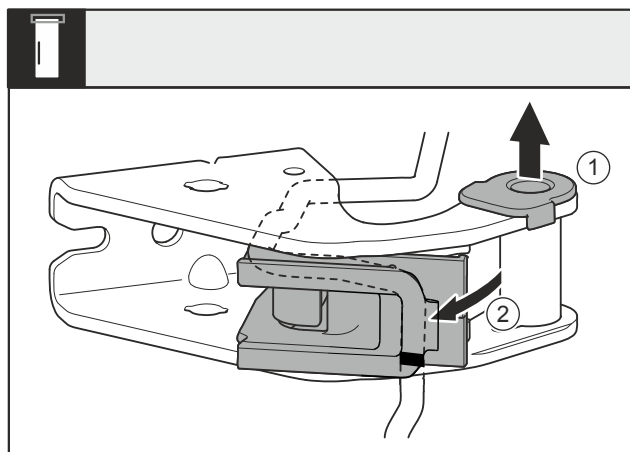

Fig. 30
- Vytáhněte ložiskové pouzdro Fig. 30 (1) z vedení.
- Otočte držák kabelu Fig. 30 (2) ven.